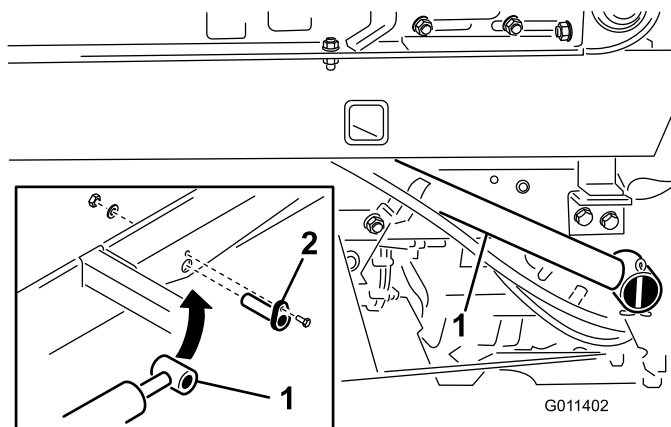

Figura 11
1. Fixe cada extremidade da haste do cilindro de elevação à base do TopDresser com um pino do cilindro (Figura 11).
2. Fixe cada pino do cilindro à base do TopDresser com um parafuso ( $\frac{1}{4} \times \frac{3}{4}$  pol.), uma anilha de cabeça chata e uma porca (Figura 11).